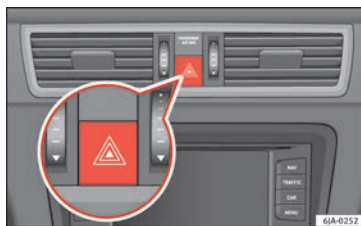

Fig. 135 Painel de instrumentos: interruptor das luzes de emergência.
– As luzes de emergência ligam-se e desligam-se ao pressionar o botão  »» **Fig. 135.**